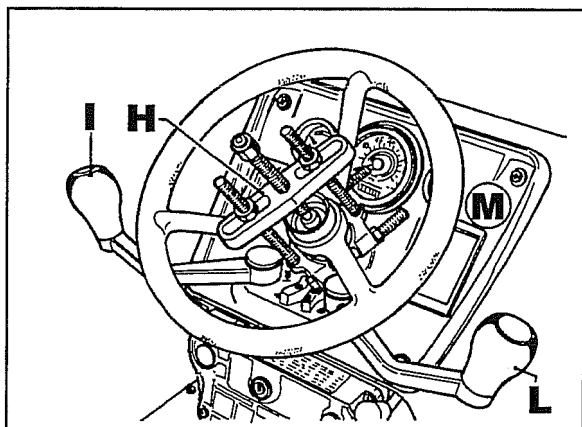

Fig. 6
- b. Con l'utilizzo di un estrattore (**H**) del tipo illustrato in fig.6, togliere il volante.
- c. Togliere la leva di comando riduttore **I** e comando cambi **L**, togliere il cruscotto **M** (fig.6).